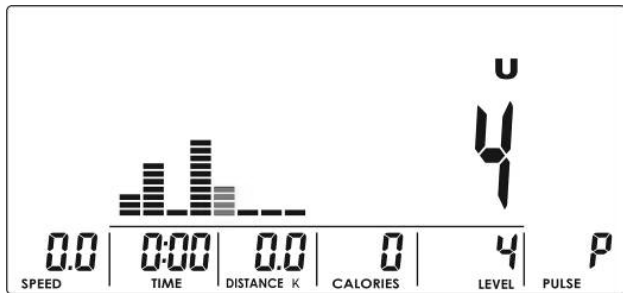

Abbildung 16
- (1) Wählen Sie das Trainingsprogramm mit den UP oder DOWN Tasten. Wählen Sie U und bestätigen Sie mit MODE / ENTER.
- (2) Erstellen Sie ein Benutzerprofil (Abb. 16) mit den UP oder DOWN Tasten. Insgesamt gibt es acht Spalten. Der Nutzer kann die Belastungsstufe jeder Spalte einstellen. Drücken Sie MODE / ENTER für zwei Sekunden, um dies während der Eingabe zu beenden.
- (3) Geben Sie die Trainingszeit mit den UP oder DOWN Tasten ein.
- (4) Drücken Sie START / STOP, um das Training zu starten. Während des Trainings kann die Belastungsstufe mit den UP oder DOWN Tasten angepasst werden.
- (5) Drücken Sie START / STOP, um das Training zu unterbrechen. Drücken Sie RESET, um zum Hauptmenü zurückzugelangen.